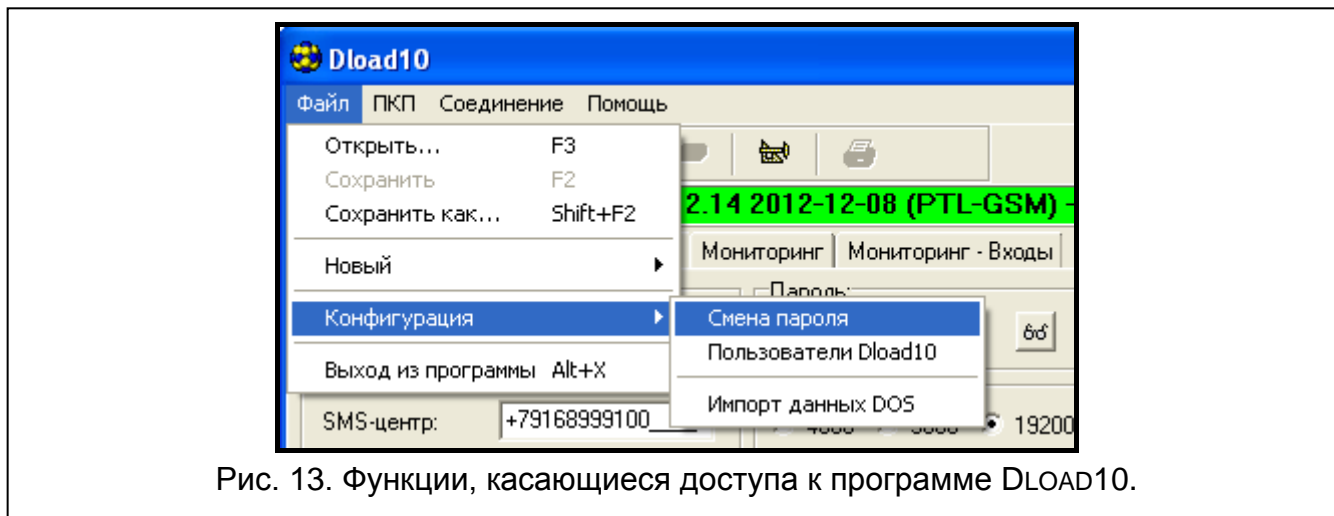

Рис. 13. Функции, касающиеся доступа к программе DLOAD10.
1. В меню «Файл» выберите «Конфигурация», затем «Смена пароля» (см.: рис. 13).
Программа позволяет получить доступ с помощью ввода дополнительных паролей, которые можно программировать, и для которых можно определить полномочия (в меню «Файл» выберите «Конфигурация», затем «Пользователи программы» - см.: рис. 13).